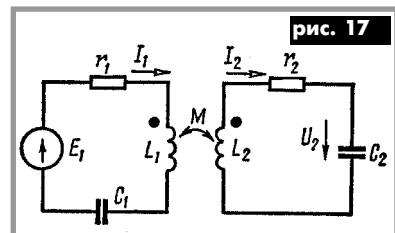

рис. 17
**19.** В схеме рис. 17 известны параметры  $L_1 = 350$  мГн,  $C_1 = 250$  пФ,  $r_1 = 10$  Ом,  $L_2 = 365$  мГн,  $r_2 = 8$  Ом. Амплитуда ЭДС генератора равна 200 В. Оба контура в отдельности настроены в резонанс на одну и ту же частоту  $f_0$ . При каком значении коэффициента связи КПД схемы равен 75%? Чему при этом равна мощность второго контура  $P_2$ ? На сколько эта мощность меньше максимальной?